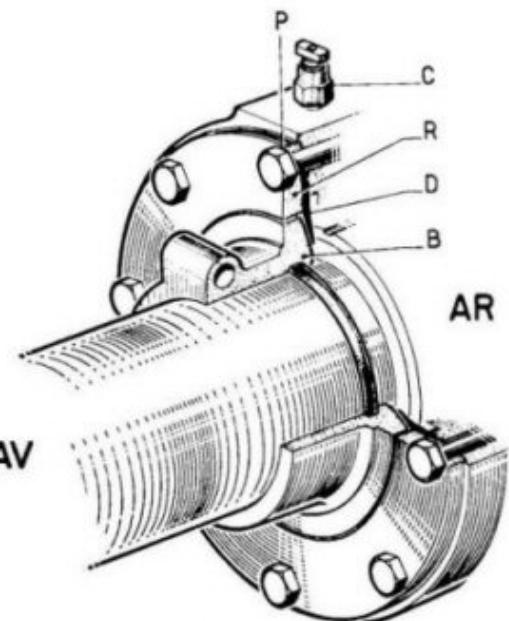

Figure 29. — Etanchéité AV de ligne d'arbre
La flèche du disque est normale et, par suite, la bague occupe la position prévue lorsque sa face verticale AV est dans le plan (P) de la face AV de la rondelle de serrage du disque (R) (voir figure 29).